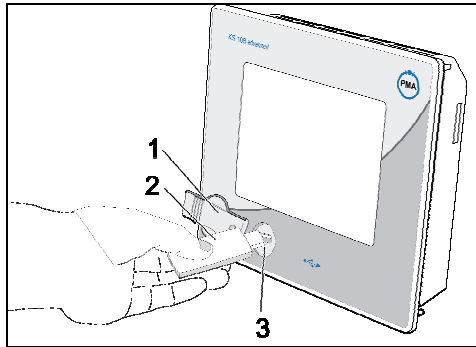

Abb. 16: USB-Stick verwenden
3. **USB-Stick einstecken:** Heben Sie die Abdeckung des USB-Anschlusses (Abb. 16/1) auf der Frontseite des Gerätes vorsichtig an und drehen ihn zur Seite. Stecken Sie nun den USB-Stick (Abb. 16/2) auf den Anschluss (Abb. 16/3).